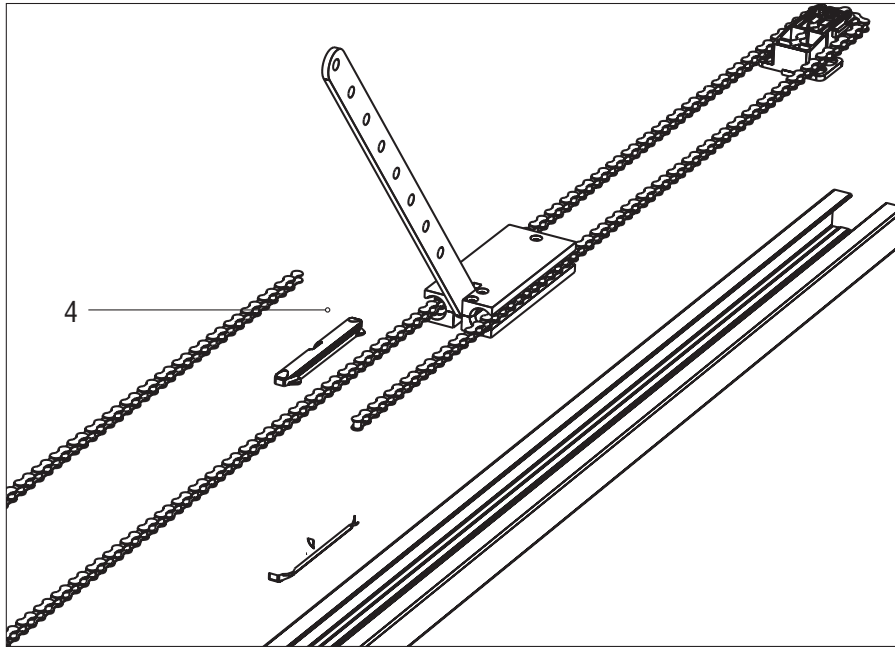

Рисунок 4
5. Разберите суппорт поз. 4 на две части (рис. 4).